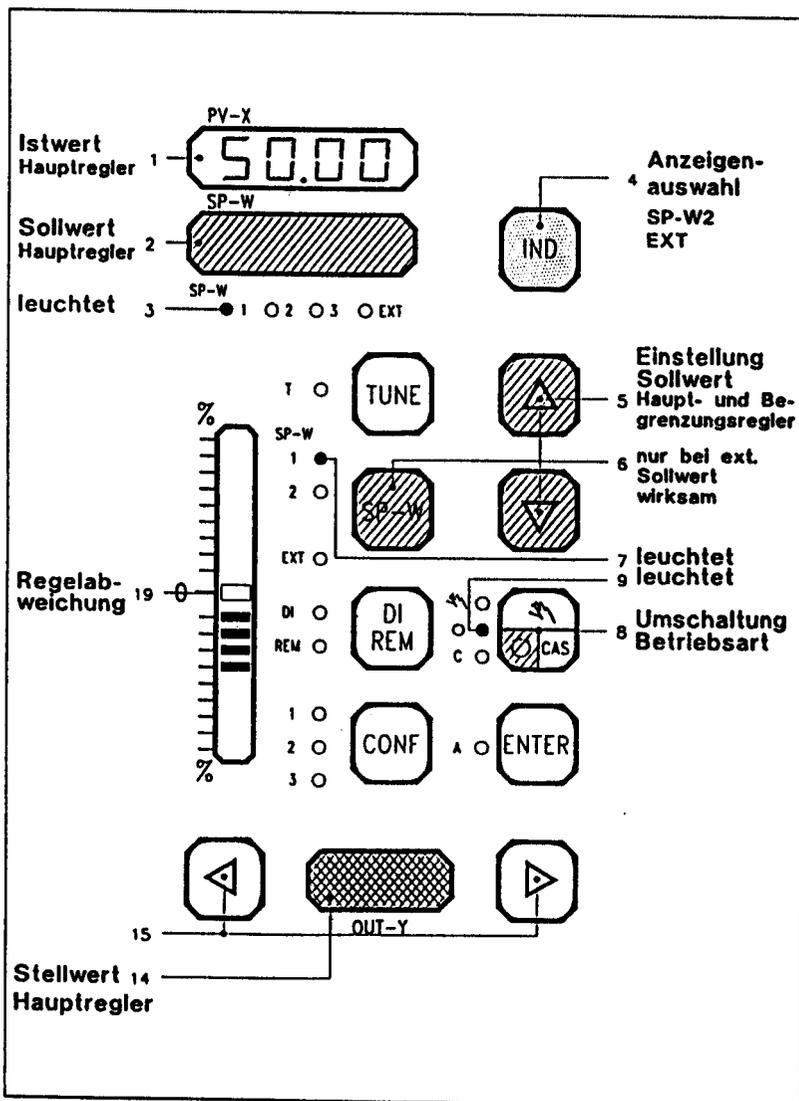

Bild 60 Anzeige- und Bedienelemente Betriebsart "Automatik I"
Nach dem Umschalten mit der Betriebsartentaste (8) auf "Automatik" wird die Begrenzungsregelung gestartet, wobei zunächst der Hauptregler aktiv ist. Die Fronttafel zeigt folgendes Bild (Bild 60):